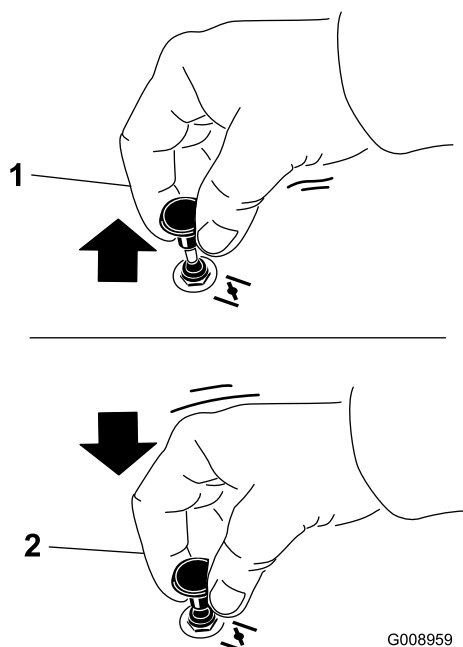

Figura 19
1. Puxe a alavanca do ar para cima para engatar o ar antes de utilizar a ignição (Figura 19).
2. Empurre a alavanca para baixo para desengatar a alavanca do ar quando o motor estiver a funcionar (Figura 19).
1. Desengate as lâminas através da deslocação do interruptor de controlo das lâminas na posição DESLIGAR (Figura 19).